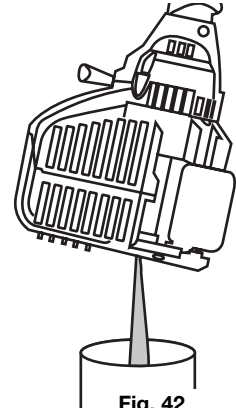

Fig. 42
3. Vierta el aceite fuera del orificio de llenado de aceite en un recipiente inclinando la unidad hasta una posición vertical (Fig. 42). Deje suficiente tiempo como para completar el drenaje.